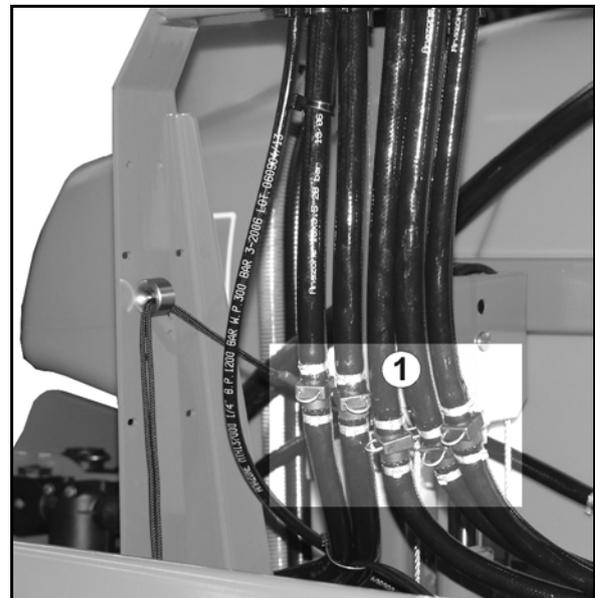
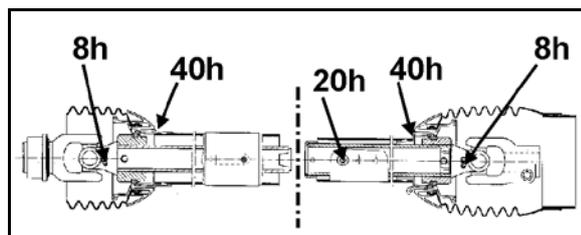

Fig. 134
Fig. 135
2. Démontez et nettoyez le filtre d'aspiration (Fig. 134/1). Voir en page 167.
- 5.1 Videz le filtre sous pression (Fig. 134/2) par le biais du robinet **C**.
- 5.2 Dévissez le flexible de l'organe agitateur (Fig. 135/4) (en partant du robinet **C**) de la cuve à bouillie.
6. Démontez le flexible d'alimentation (Fig. 135/1) de la vanne de régulation. Le flexible d'alimentation (Fig. 135/1) permet de relier la commande VARIO côté refoulement (Fig. 134/**B**) aux robinetteries d'aspiration.
7. Dévissez le flexible de retour (Fig. 135/2) de la robinetterie de tronçonnement de la commande VARIO, côté aspiration (Fig. 134/**A**).
9. Retirez le flexible de nettoyage intérieur (Fig. 135/3) de la commande VARIO, côté refoulement (Fig. 134/**B**).
14. Passez encore une fois sur toutes les positions de la commande VARIO, côté aspiration (Fig. 134/A), et de la commande VARIO, côté refoulement (Fig. 134/B).